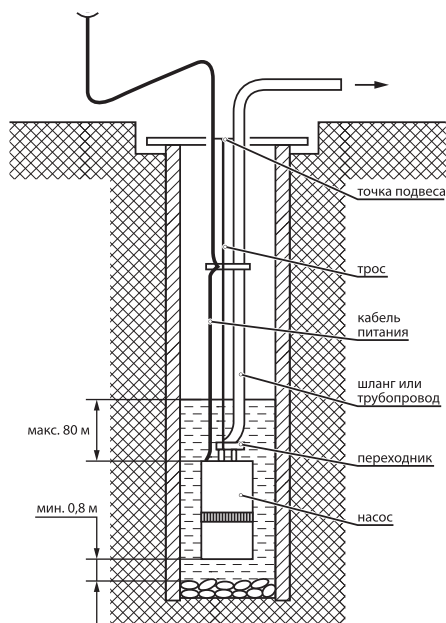

Рис. 4
7. Опустить электронасос в воду и закрепить трос над скважиной, колодезем и т.п. Насос должен быть расположен не менее чем в 80 см от дна и 50 см от поверхности воды (см. схему установки насоса, представленную на рис. 4).